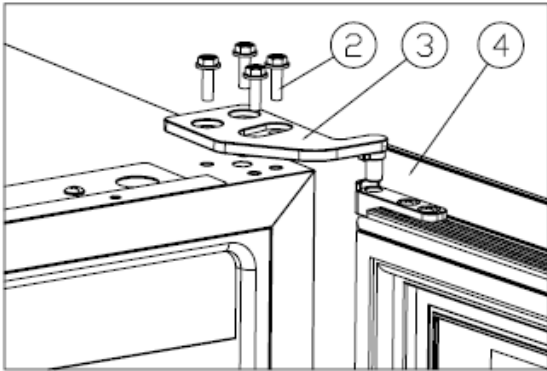

Figure 1
Dévissez les vis M5\*16 (2), démontez la charnière supérieure droite (3) et retirez la porte.[Figure 1].